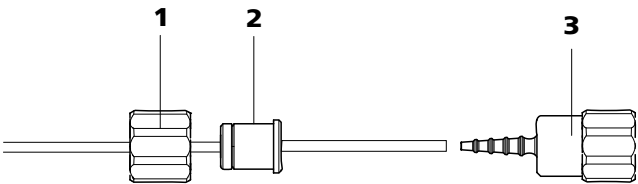

Abbildung 26 Pumpschlauch-Verbindung ohne Filter installieren
- **Fall B:** eine Pumpschlauch-Verbindung **ohne Filter** (6.2744.160) (siehe Abbildung 26, Seite 44) anschliessen.